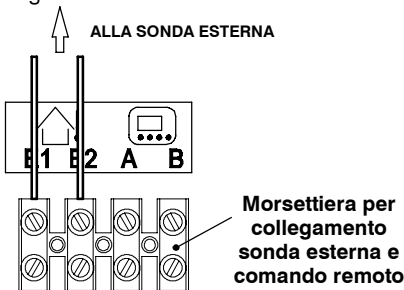

fig. 5.20
- Collegare ai morsetti **E1** e **E2** della morsettiera i due conduttori elettrici come indicato in fig. 5.20